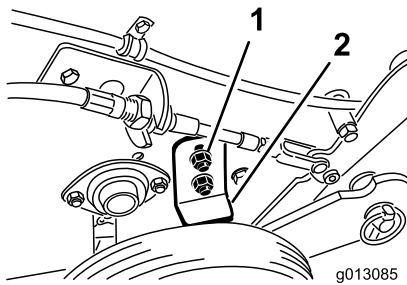

Bild 14
2. Lösen Sie die Muttern, mit denen der Radanschlag an der rechten Seite der Maschine befestigt ist (Bild 14).